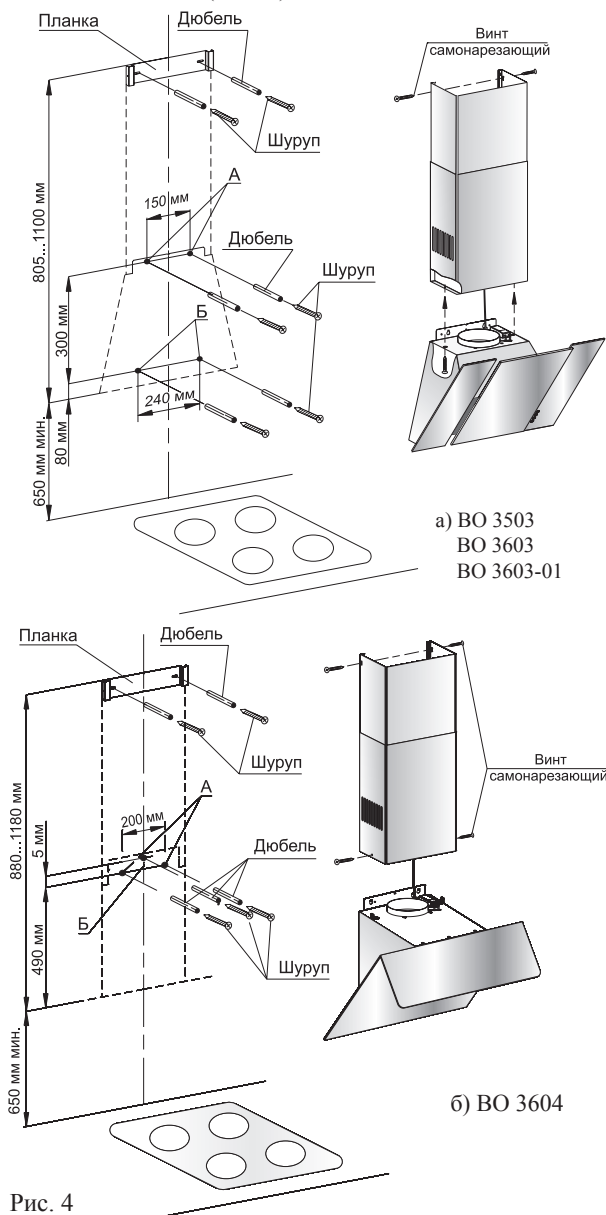

Рис. 4
ВНИМАНИЕ! МИНИМАЛЬНОЕ РАССТОЯНИЕ МЕЖДУ ПЛОСКОСТЬЮ УСТАНОВКИ ПОСУДЫ НА ПЛИТУ (НАГРЕВАТЕЛЬНОЙ ПОВЕРХНОСТЬЮ) И ВОЗДУХООЧИСТИТЕЛЕМ ДОЛЖНО БЫТЬ 65 см. ВОЗДУХООЧИСТИТЕЛЬ КРЕПИТЬ НА РОВНУЮ ПОВЕРХНОСТЬ (РИС.4).
6.3 С учетом установочной высоты и центральной линии разметьте на стене отверстия (А и Б) (рис.4).
6.4 Просверлите отверстия диаметром 8 мм: А на глубину 70 мм, Б на глубину 50 мм, рис.4.
6.5 В отверстия вставьте дюбели согласно рис.4. и по отверстиям А заверните не до упора два шурупа, на которые навесьте воздухоочиститель со снятыми фильтрами.